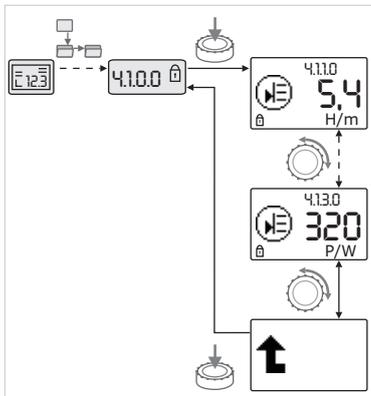

Fig. 44: Appeler des informations
- Une rotation du bouton rouge permet de faire défiler les éléments de menu de type « Information » du sous-menu actuel (voir fig. 44). Pour des explications sur les réglages représentés par des symboles, voir le tableau au chapitre 8.7 «Référence des éléments de menu» à la page 163.